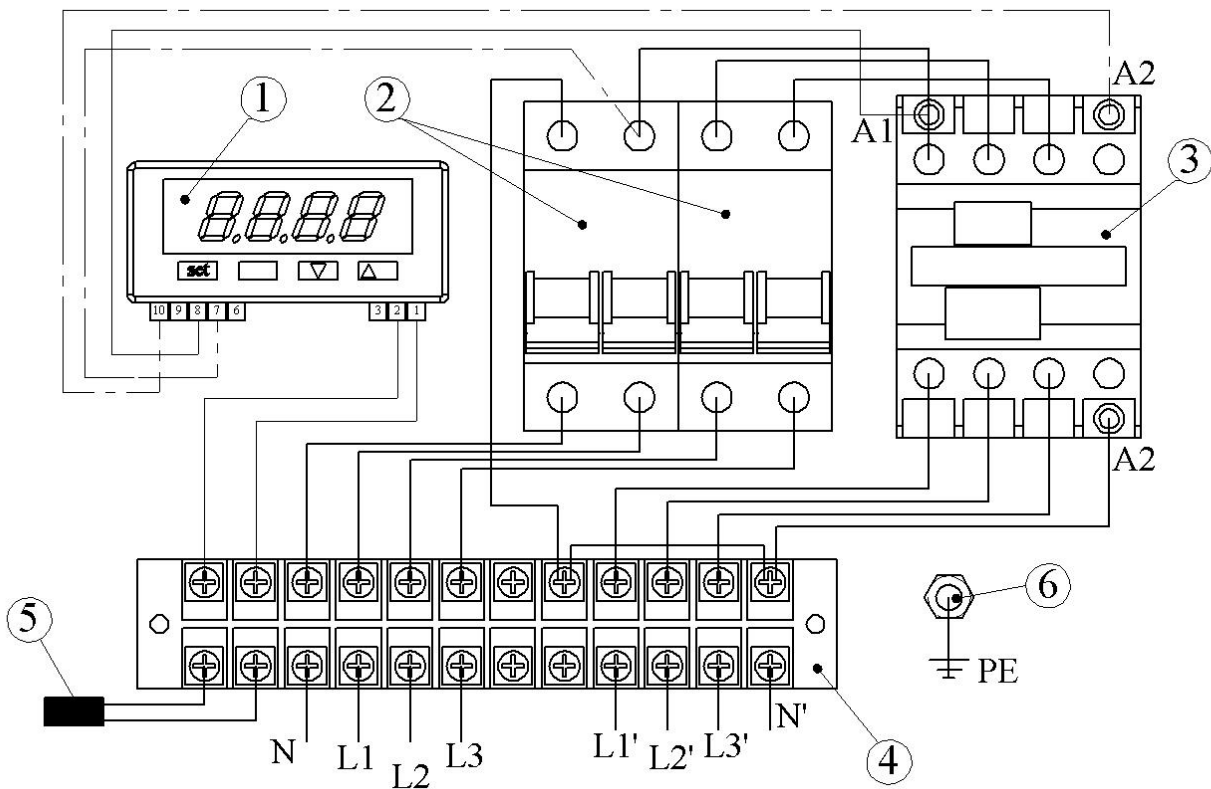

Рис. 4 Схема подключения панели управления ПУЭ-9 к трехфазной сети переменного тока
3. Подключить автоматы второй и третьей ступени к клеммной колодке кабелем сечением **6мм²** согласно схеме подключения (см. рис.4)